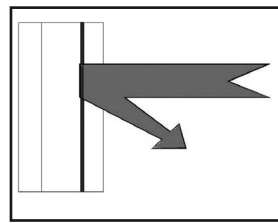

Fig 3.6: Vidrio bajo emisivo #3.
- de baja emisividad o Low-e (fig. 3.6): impiden la salida del calor radiante de los cuerpos calientes del interior de las viviendas (radiaciones de onda larga - ver capítulo 4). Pueden estar fabricados con vidrio float color o incoloro. La ubicación del revestimiento puede ser en cara # 2 o # 3 (estos suelen ser incoloros).
El calor radiante de los cuerpos calientes que se encuentran en el interior del edificio es reflejado por el revestimiento bajo emisivo hacia el interior (ver fig. 3.6), evitando las pérdidas de calor hacia el exterior a través del vidrio.